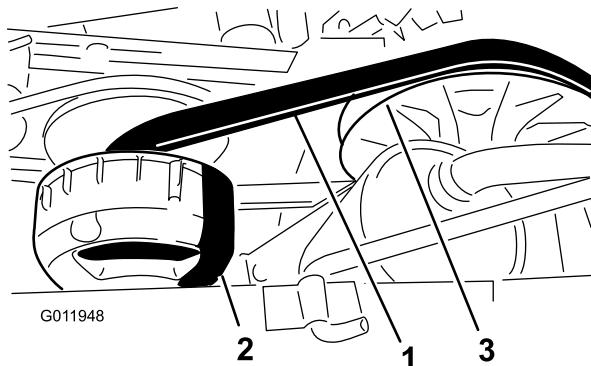

Рисунок 46
- Проверните и осмотрите ремень (Рисунок 46) для обнаружения признаков чрезмерного износа или повреждений. При необходимости замените ремень.
- Поверните и проложите ремень поверх вторичного сцепления (Рисунок 46).
- Снимите ремень с основного сцепления (Рисунок 46).